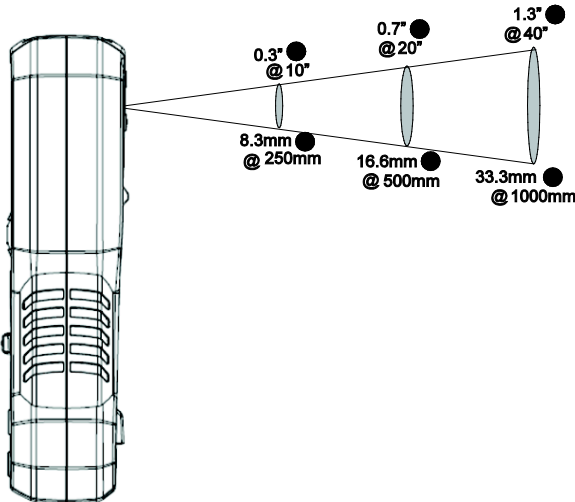

图 8-2 物距比 30:1
6. 热像仪的物距比为 30:1，这意味着相比于仪表至测量点的距离，测量点小 30 倍（当距离为 30" 时，仪表可识别 1" 的目标点）。请参阅图 8-2。